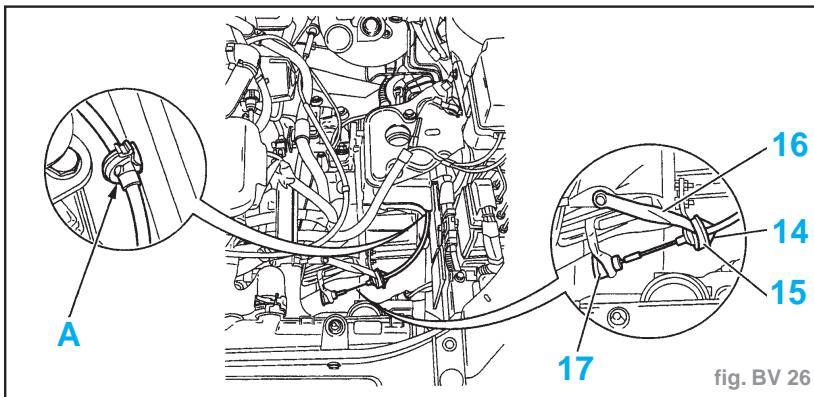

fig. BV 26
- Reposer la bague (17) dans la fourchette de débrayage (fig. BV. 26).
- Lubrifier la lèvre du tampon (15) et l'extrémité cylindrique de l'embout gaine (14).
- Enfoncer le tampon (15) dans le support de câble (16) puis l'embout gaine (14) dans le tampon.